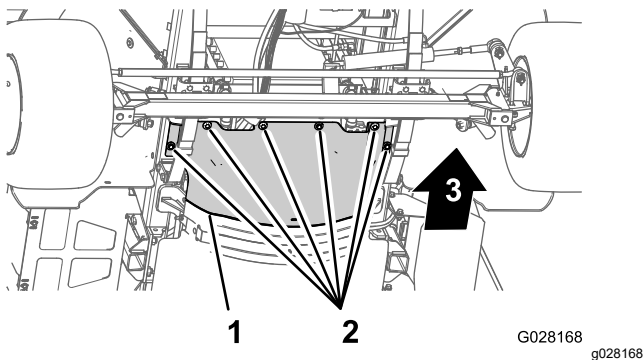

Bild 62
3. Entfernen Sie die sechs Sechskantschrauben und sechs Scheiben, mit denen das vordere Wärmeschutzblech am Chassis befestigt ist, und nehmen Sie das Schutzblech ab (Bild 62).